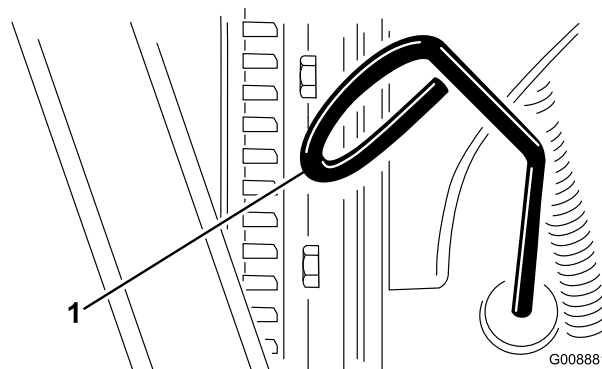

Figura 35
2. Retire a vareta (Figura 35) e limpe-a com um pano limpo.